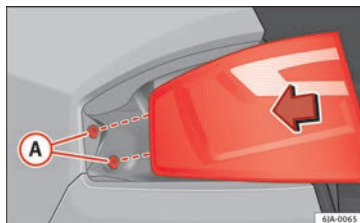

Fig. 157 Montar a unidade traseira.
- Pressione a unidade da luz traseira para trás (sentido de rotação do veículo) encaixando as fixações nos casquilhos de borracha » **Fig. 157 (A)**.